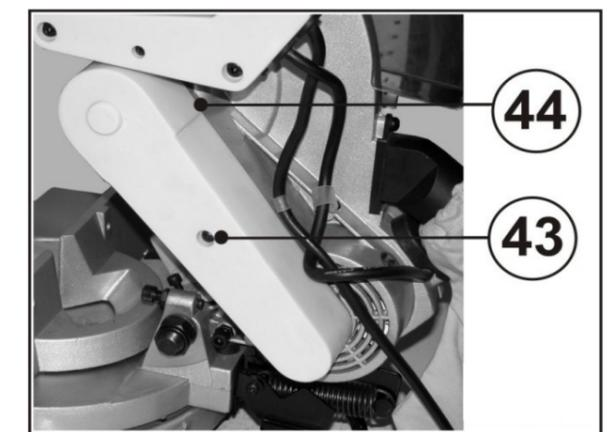
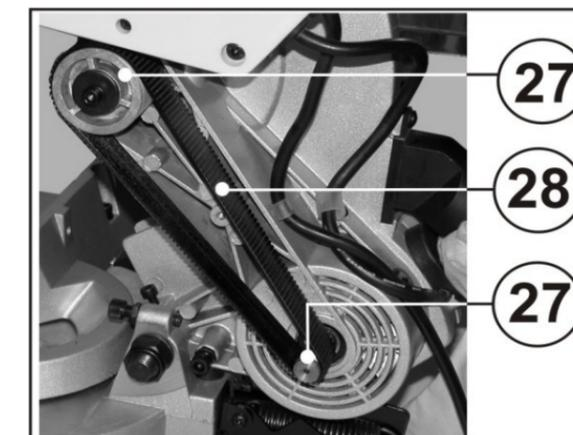

Рис.27
Рис.28
Вывинтите винт (43), Рис. 27. Снимите кожух (44) ремня.
Снимите старый ремень (28) и проверьте чистоту шкивов (27), Рис.28.
Установите новый ремень (28), Рис. 28, вращая шкивы (27) мотора и шпинделя. Вращайте шкивы (27) до тех пор, пока ремень (28), будет полностью установлен в пазы шкивов, Рис.28. (При установке ремня следите за тем, чтобы продольные «ребра» ремня укладывались в «ручьи» шкивов без смещения).
После установки ремня (28), Рис.28, возвратите на место кожух ремня и закрепите его винтом (43), Рис.27.